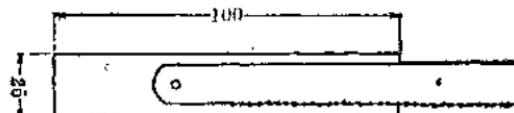

图 1
1. 按图 1 尺寸锯三夹板(或竹板)两块，用砂皮砂光滑。再取废锯条一段，把它夹在两块三夹板中间，然后用线把两块三夹板扎牢，如图 2 所示。